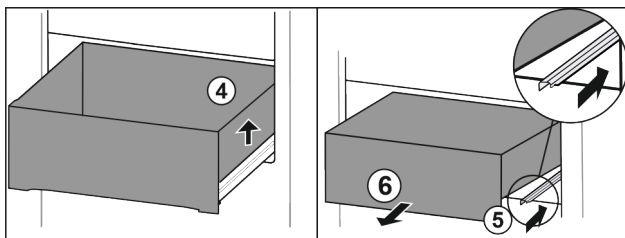

Fig. 127
- Podignite ladicu desno. Fig. 127 (4)
- Gurnite desnu vodilicu. Fig. 127 (5)
- Izvadite ladicu prema naprijed. Fig. 127 (6)